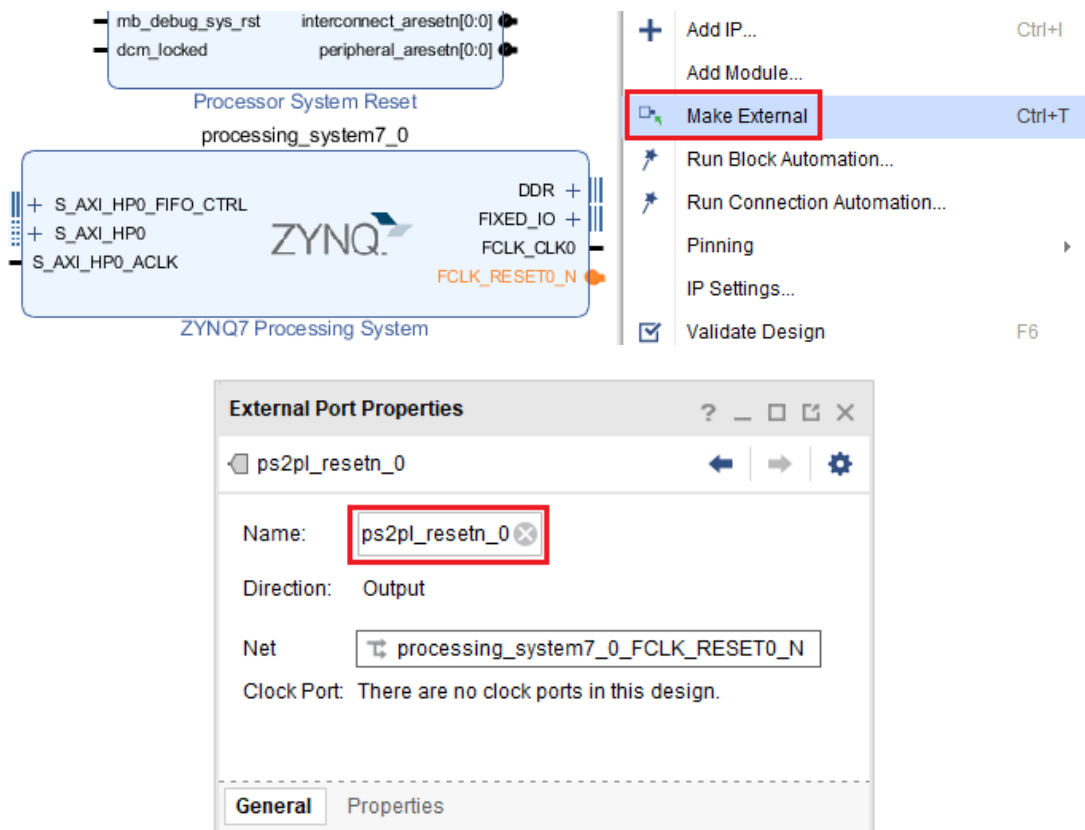

图 1-21 导出引脚与重命名
1. 选中 ZYNQ 核的 FCLK_RESET0_N 接口，右键选择 Make External 导出该接口。该接口将作为 PS 侧输出给 PL 的复位信号，为了方便区分，在左侧的 External Port Properties 中将端口重命名为 ps2pl_resetn_0。操作步骤参考图 1-21：